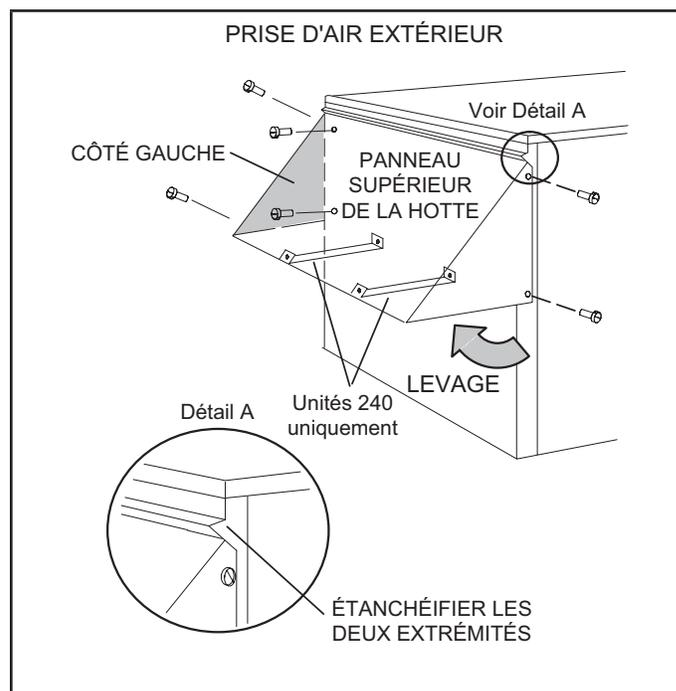
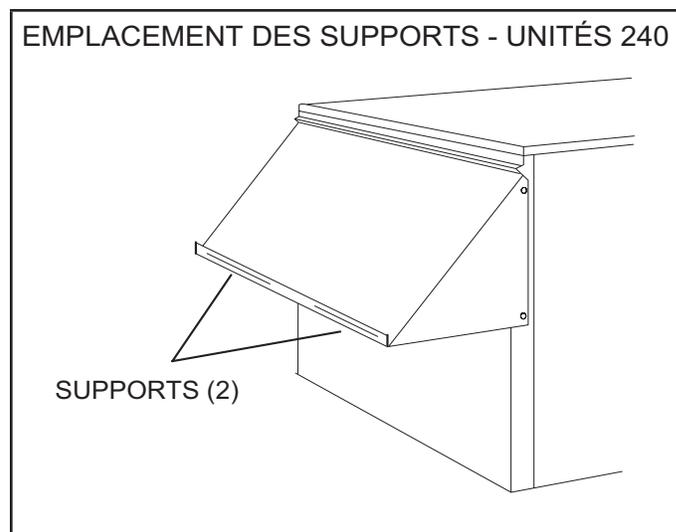

FIGURE 11
FIGURE 12
- 3 - Soulever (tourner) le bas du panneau supérieur de la hotte et fixer le côté gauche au panneau supérieur de la hotte. Voir FIGURE 11.
- 6 - Unités 240 uniquement - Retirer les deux supports de la bride du panneau supérieur de la hotte. Voir FIGURE 12. Installer comme indiqué à la FIGURE 11.